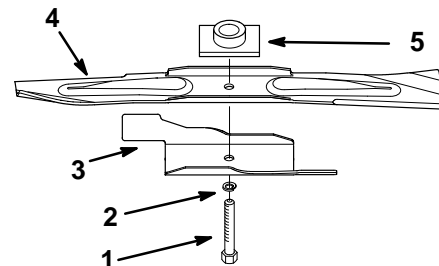

Figure 24
2. Déposer le boulon de lame, la rondelle frein, l'accélérateur de lame et la lame (Fig. 24).
1. Mettre la lame en place sur l'axe et le support de lame. Les extrémités incurvées ("pales") doivent être tournées vers le carter de tondeuse, et le support de lame doit se loger dans le creux de la lame (Fig. 24).
2. Monter l'accélérateur de lame, la rondelle-frein et le boulon de lame (Fig. 24).